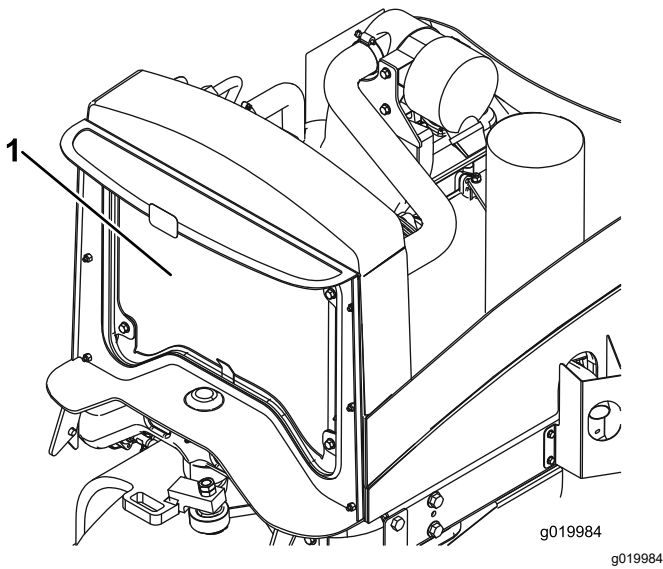

Рисунок 61
4. Тщательно очистите сжатым воздухом обе стороны радиатора (Рисунок 61).